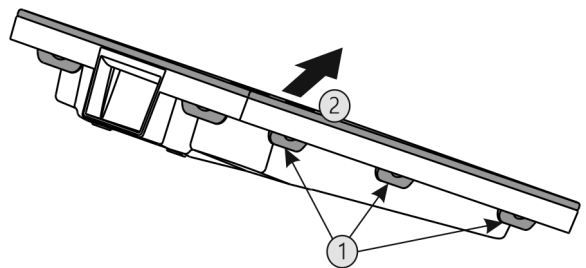

Fig. 58
- ▶ Appuyer sur toutes languettes Fig. 58 (1) l'une après l'autre et enlever le couvercle Fig. 58 (2).